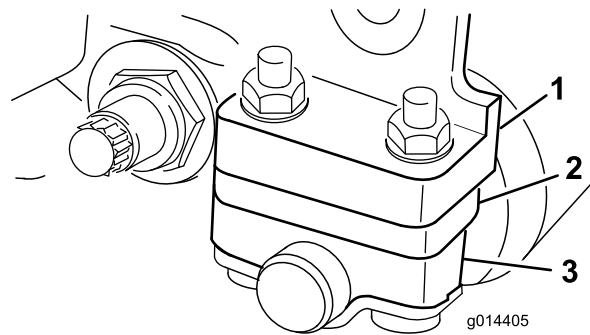

Рисунок 8
1. Отрегулируйте кронштейны заднего валика на необходимый диапазон высоты скашивания путем установки необходимого количества проставок под монтажный фланец боковой пластины (Рисунок 8) в соответствии с Таблицы выбора высоты скашивания и неподвижного ножа (страница 11).